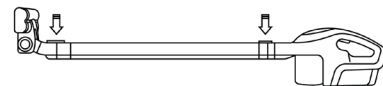

рис. 5
**ВНИМАНИЕ!** Турбощетка крепится к прибору и к трубе без переходника для насадок. Для снятия трубы или турбощетки нажмите на защелки (рис. 5).